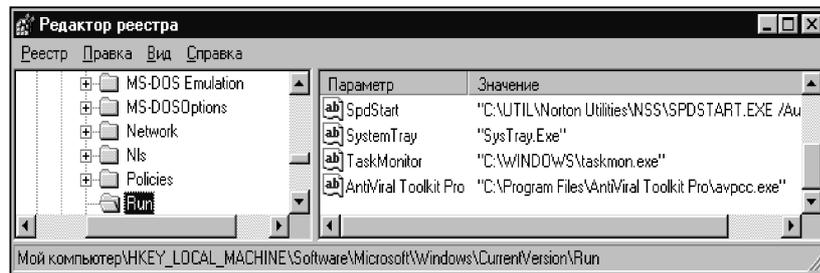

рис. 3
4. Альтернативный вариант для автоматического запуска программы с использованием папки «Автозагрузка» в меню «Пуск» заключается в создании нового строкового параметра в подразделе HKEY_LOCAL_MACHINE\Software\Microsoft\Windows\CurrentVersion\Run реестра Windows 9x. Автоматический запуск программ с использованием реестра показан на рис. 3.